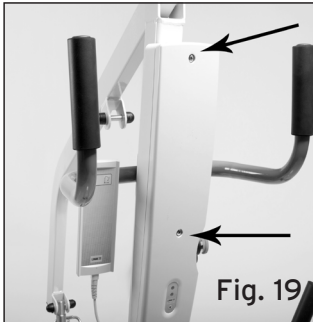

Fig. 19
5. Posizionare il set completo di batteria direttamente nella colonna del sollevamalatì, utilizzando le due viti lunghe M5x80mm. (Fig.19)